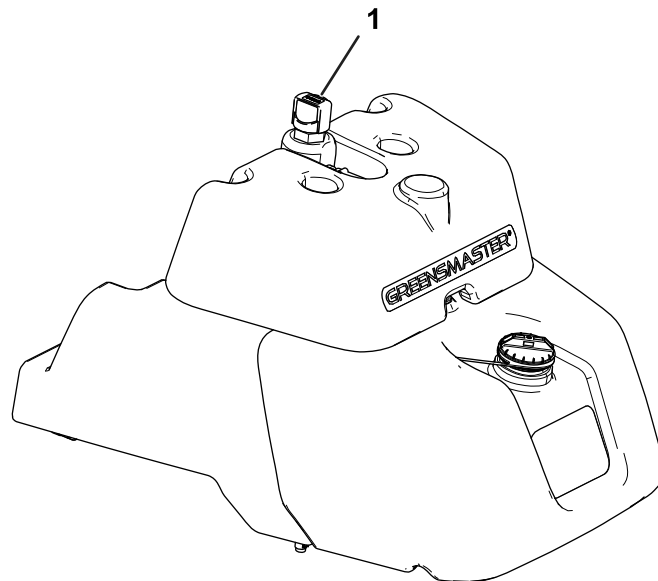

Figura 52
2. Localice la varilla en la parte superior del depósito hidráulico principal (Figura 52) y continúe con el paso 3.